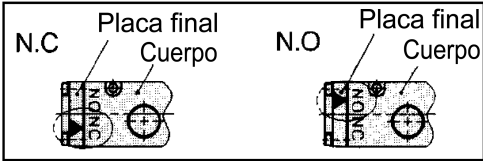

Figura 34
- Cuando cambie la actuación del modelo normalmente cerrado al modelo normalmente abierto, retire la placa final del cuerpo y vuelva colocar la marca ▼ de la placa final para que se corresponda con la marca NO' del cuerpo, tal como se muestra en Figura 34.